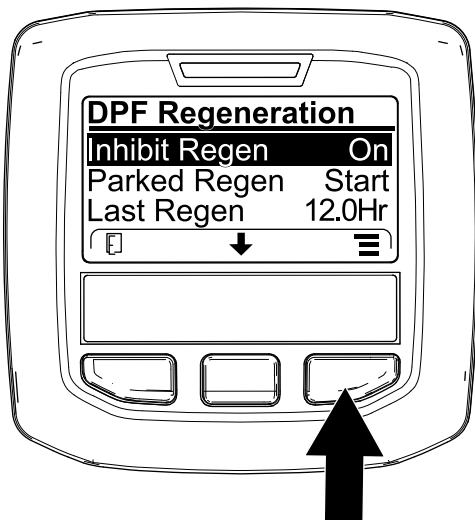
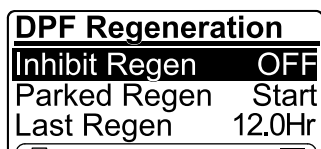

Figura 38
Figura 39
1. Accedete al menu DPF Regeneration, premete il pulsante centrale per scorrere il menu verso il basso fino all'opzione INHIBIT REGEN, quindi premete il pulsante destro per selezionare la voce Inhibit Regen (Figura 38).
2. Premete il pulsante destro per modificare l'impostazione dell'inibizione della rigenerazione da On a Off (Figura 38) o da Off a On (Figura 39).